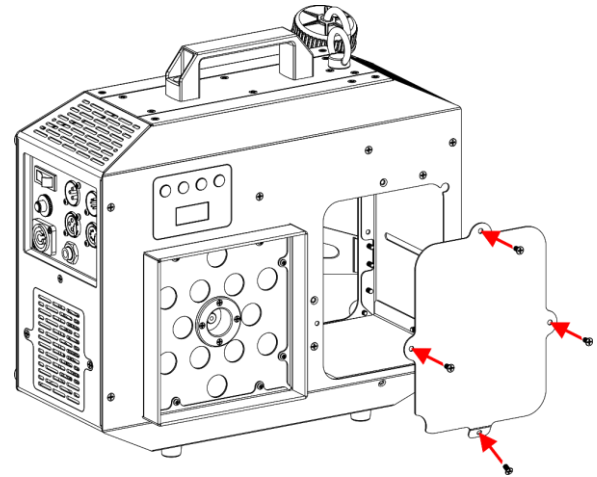

Fig. 19
- 14) Atornille los 4 tornillos de la placa metálica del depósito en la parte delantera del dispositivo, como se muestra en la Fig. 19.